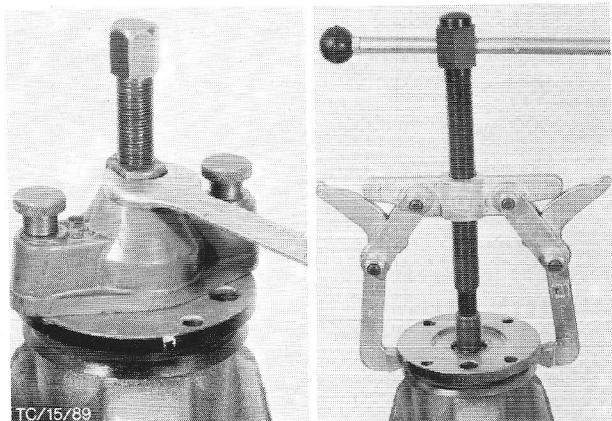

Fig.107 Trek de flens van de pignonas.
2. Plaats een bak onder de achterbrug om de olie op te vangen en trek de flens met trekker G2-4851-A/6312-A van de pignonas (fig.107).